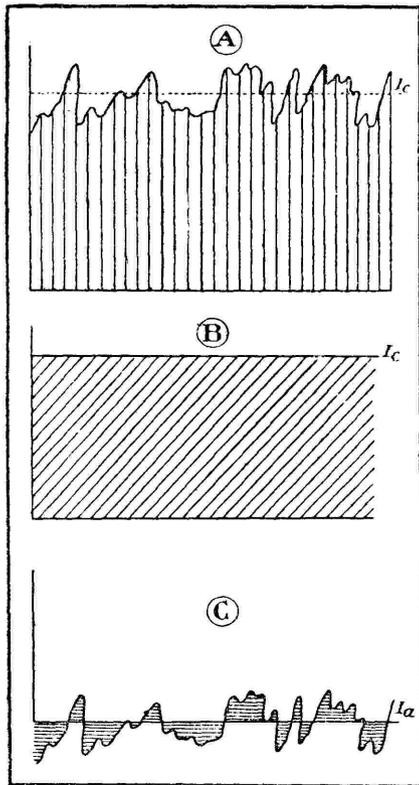

Fig. 4. — (A) Courant plaque modulé pouvant être décomposé en : (B) courant continu et (C) courant alternatif.
En effet, le courant fourni par l'amplificateur et ayant la forme (A) de la fig. 4 peut-être décomposé en deux courants dont un (B) est continu et correspond au courant plaque de la dernière lampe lorsque le potentiel de sa grille est nul, et l'autre (C) est alternatif étant provoqué par les variations de potentiel grille. C'est le courant (C) seul qui fait vibrer la pièce mobile du haut-parleur en faisant varier le champ magnétique. Par contre la composante (B) continue du courant plaque de la dernière lampe, donnant à l'aimant du haut-parleur une aimantation constante additionnelle, est nuisible tant à la puissance qu'à la sensibilité du haut-parleur empêchant de diminuer la distance entre l'aimant et la pièce mobile. Mais ce ne sont pas là tous ses inconvénients.